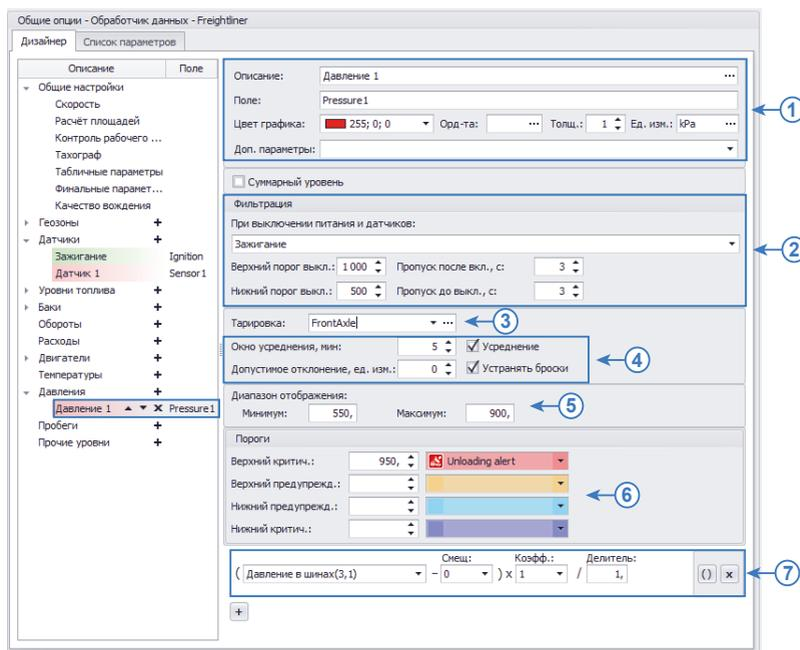

Рис.66. Создание параметра температуры.
Для обработки показаний давления необходимо добавить новый параметр в группу «Давления» Дизайнера (Рис.66).
**1. Общие настройки (Рис.66, п.1).** Общие настройки описаны в разделе «Общие настройки параметров», поэтому в данном разделе их настройка рассматриваться не будет.
## 2. Настройка первичной фильтрации показаний давления (Рис.66, п.2)
### 3. Настройка тарировочной таблицы (Рис.66, п.3)
В некоторых случаях могут иметь место резкие скачки и отклонения показаний, которые могут быть отфильтрованы путем усреднения. Фильтрация осуществляется путем усреднения показаний в течение интервала (окна усреднения) и оценки отклонения показаний датчика относительно средних значений. Если текущее показание превышает среднее значение на величину больше, чем допустимое отклонение, то показание будет отфильтровано. Для фильтрации бросков необходимо включить опцию «Устранять броски» и настроить следующие параметры фильтрации (Рис.66, п.4):
Диапазон показаний может быть ограничен. В этом случае на графике параметра давления будут отображаться только те значения, которые не выходят за пределы разрешенного диапазона. Для ограничения диапазона показаний необходимо перейти в группу настроек «Диапазон отображения» и настроить следующие поля (Рис.66, п.5):
Пороги настраиваются в блоке настроек «Пороги». Всего может быть настроено 4 порога (**Рис.66, п.6**): верхний критический, верхний предупреждения, нижний предупреждения и нижний критический. Для того чтобы порог обрабатывался, необходимо задать значение порога и присвоить иконку.
## **7. Расчет показаний давления (Рис.66, п.7)**